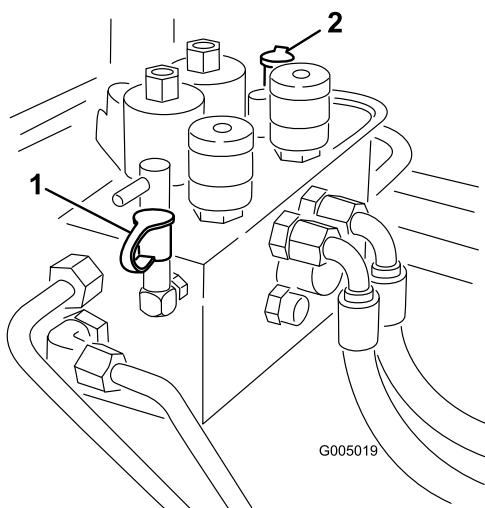

**Figura 75**
1. El punto de prueba A (Figura 75) se utiliza para localizar problemas en el circuito hidráulico de los cilindros de elevación.